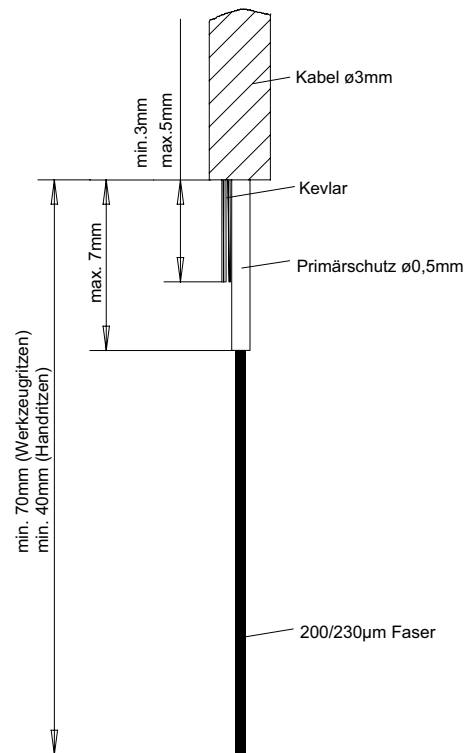

Bild 4 LWL-Kabel und angegebene Maße für Abisoliervorgang
- Das LWL-Kabel ist entsprechend den angegebenen Maßen (s. Bild 4) abzuisolieren.